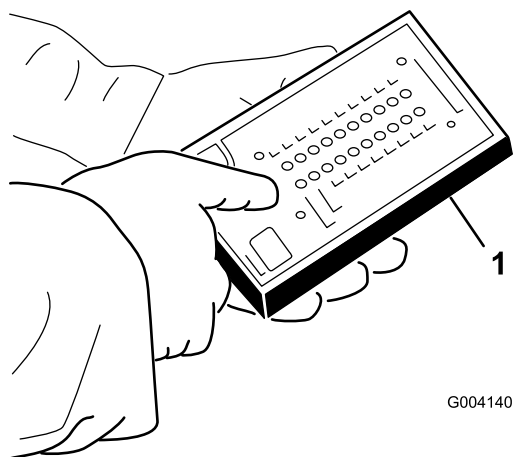

Рисунок 19
4. Подсоедините разъем диагностического прибора с дисплеем АСЕ к диагностическому разъему (Рисунок 19).